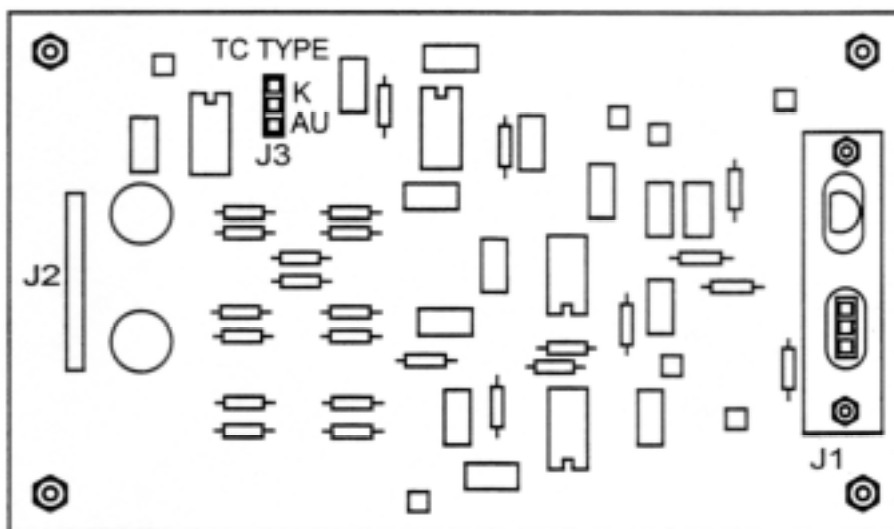

図 13. 温度センサープリアンプ
1. 温度センサーボードを保護しているカバーを外すために、3/32"の六角レンチを使ってカバーを固定している4隅のネジを緩めます。温度センサーボードは、図 13 に示すような回路基板で石亭ます。